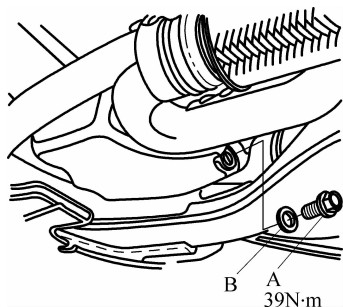

图 3-7 机油的排放
- (1) 预热发动机。
- (2) 拆除排油螺栓(A),排空发动机油,如图 3-7 所示。
- (3) 使用螺栓垫圈(B),重新安装排油螺栓,注意扭矩不可太大。
- (4) 重新注入推荐的机油。
(5) 让发动机运转 3min 以上,然后检查机油有无泄漏。